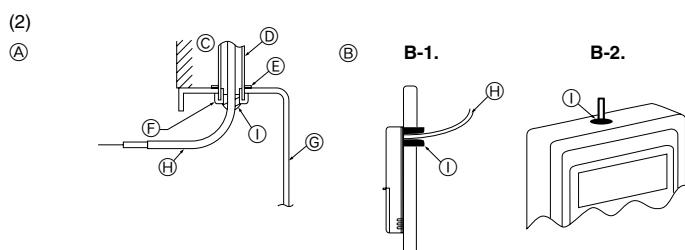

Fig. 6-3
- (1) Selezionare un luogo adatto per l'installazione del comando a distanza. I sensori della temperatura sono situati sia sul comando a distanza che sulla sezione interna.
- (2) Sigillare l'apertura di servizio del cavo del comando a distanza con mastice, per evitare la possibile entrata di condensa, acqua, scarafaggi o vermi. (Fig. 6-3)